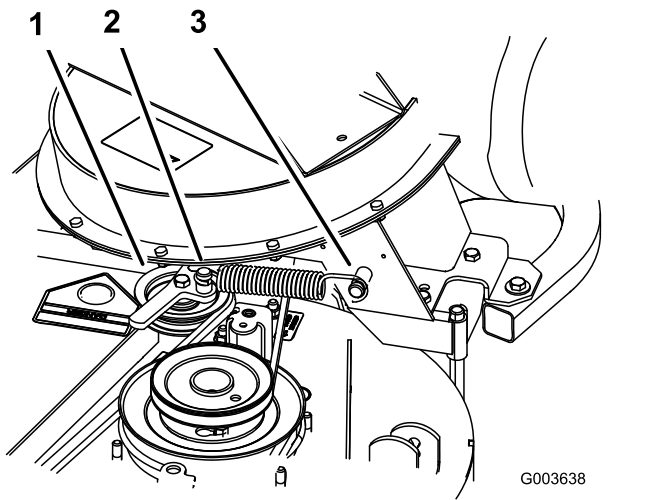

Figure 44
6. Montez le ressort comme montré à la Figure 44.